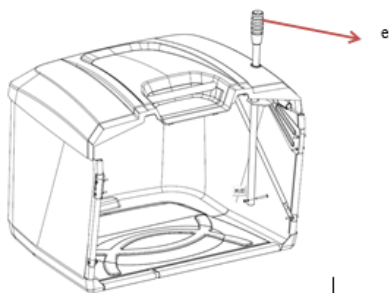

Fig.7H
5. Introduceți mânerul (e), apoi blocați-l cu șurub și piuliță (Fig.7H).